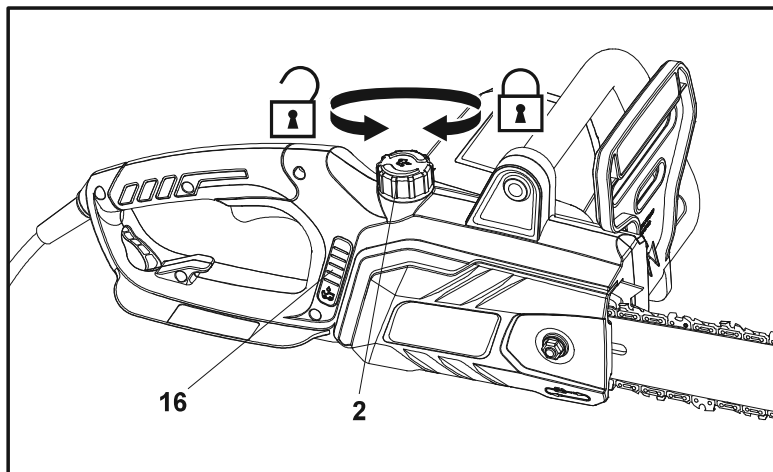

Fig. 8
1. Coloque el producto sobre una superficie estable y nivelada, con el tapón del depósito de aceite (2) hacia arriba. Recomendamos colocar una hoja no inflamable debajo del producto.
2. Desenrosque el tapón del depósito de aceite (2) y apártelo (Fig. 8).